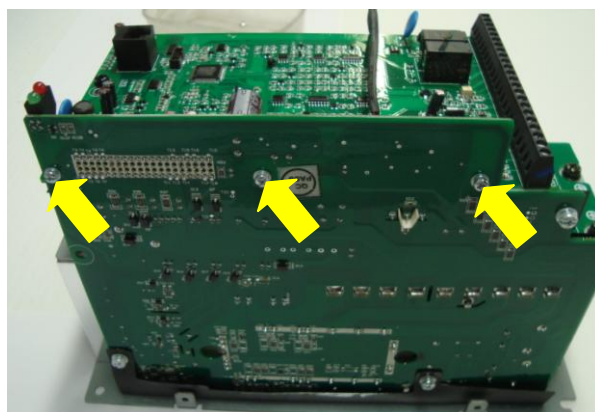

Рис. 7.4
7.2.4. Вкрутить три боковых винта крепления платы ЦП (желтые стрелки, рис. 7.4).